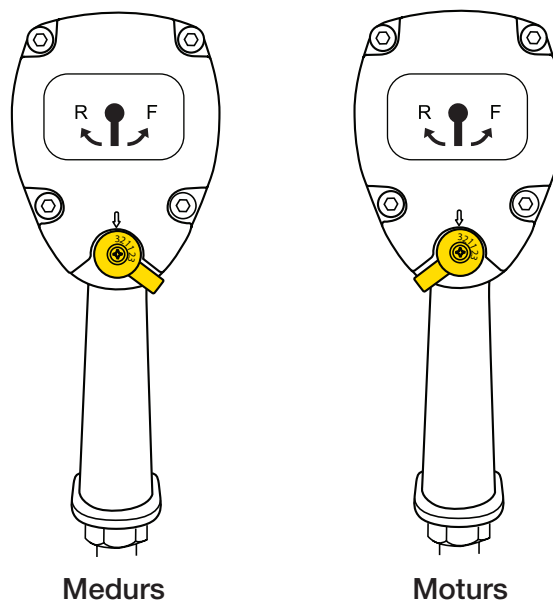

Fig. 6
4. Justera spaken på verktygets baksida enligt Fig. 6 så att verktyget är inställt för högsta hastighet och rotationsriktning.